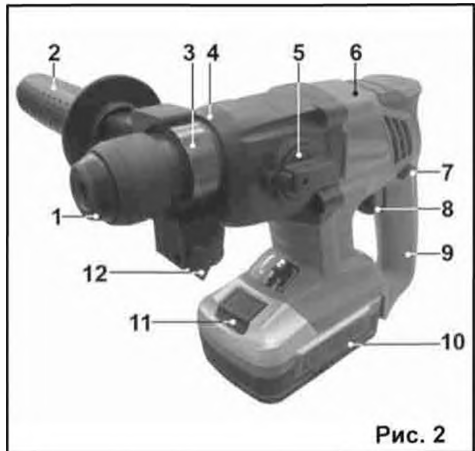

Рис. 2
6. УСТРОЙСТВО ПЕРФОРАТОРА (Рис.2)